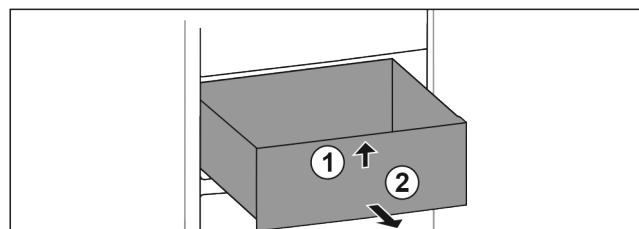

Fig. 78
- Підняти висувний ящик спереду. Fig. 78 (1)
- Вийняти висувний ящик рухом вперед. Fig. 78 (2)